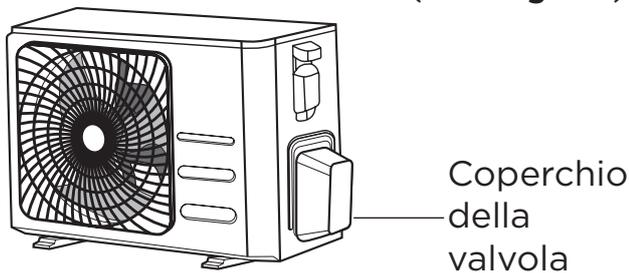

Fig. 5.9
1. Svitare il coperchio dalla valvola imballata sul lato dell'unità esterna. (Vedi **Fig. 5.9**)